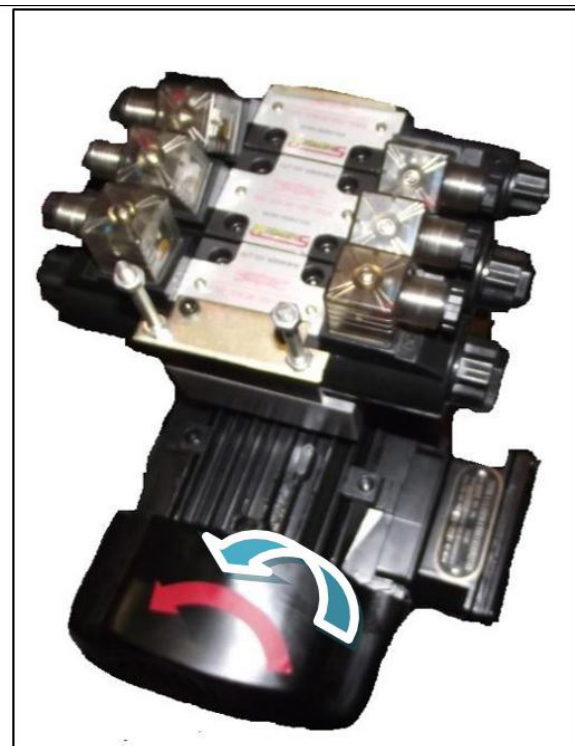

Fig5
- Tilslut dækmonteringsmaskinen til strømforsyningen og tænd for kontakten. Kontroller om motorens rotationsretning svarer til pilens retning (Fig. 5). Hvis retningen er modsat, skal en fagperson ændre faseforbindelsen.